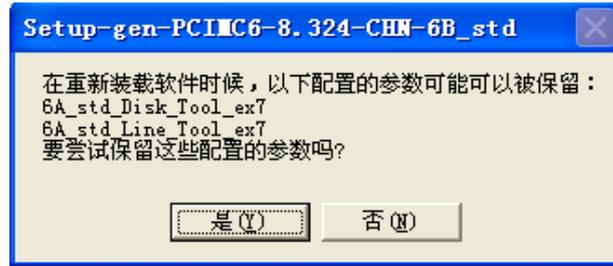

图 2-3 参数迁移提示
- 5) 点击【确定】。若 PC 机之前安装过旧版本的软件，系统会提示用户是否要保存之前软件配置的参数。这一步骤方便用户将之前配置的参数设置直接迁移到新软件，省去重新设置参数的麻烦，如图 2-3。用户视自身需要选择【是】或【否】，继续下一步的安装。若您为首次安装软件，则不会有该步骤，请直接跳至“步骤 6）”。